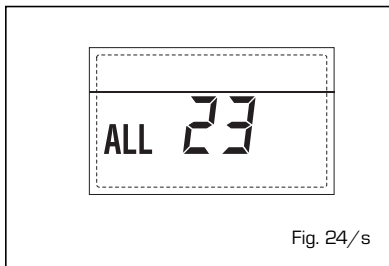

Fig. 24/s
- **SOLAR S1 COLLECTOR PROBE BREAKDOWN ANOMALY "ALL 24" (fig. 24/t)**